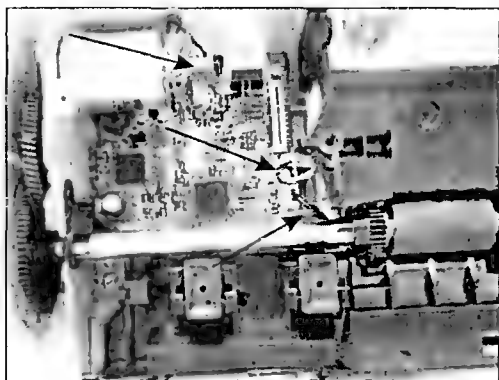
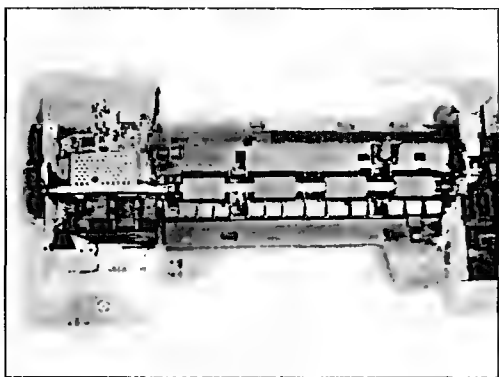

Рис. 2.22
Рис. 2.23
16. Снимают механизм транспорта бумаги. Отсоединяют от главной платы электроники соединители (рис. 2.22), выкручивают два винта крепления металлических опор механизма к основанию принтера (рис. 2.23), отгибают защелку около парковочного узла (рис. 2.24), после чего весь механизм снимают. Попутно снимают из пазов парковочный узел.